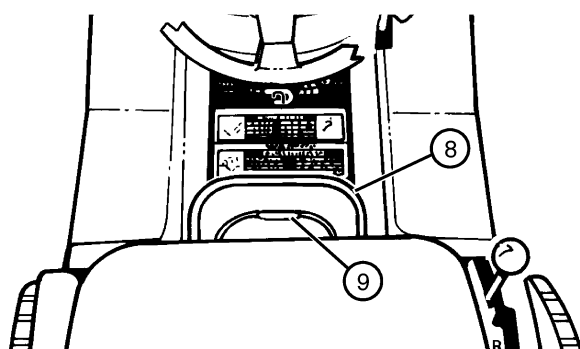

FIGURA 16
- Empuje ligeramente hacia abajo la palanca de levantamiento de la plataforma (8) y sostenga la palanca de fijación (9) hacia abajo con el pulgar (Vea la FIGURA 16).